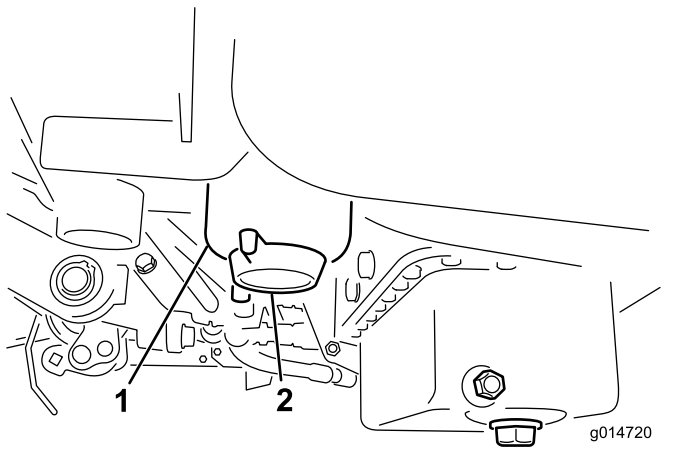

图34
- 打开燃油滤清器上的排油塞、大约旋转一周、排干积水（图34）。排干之后拧紧排油塞。